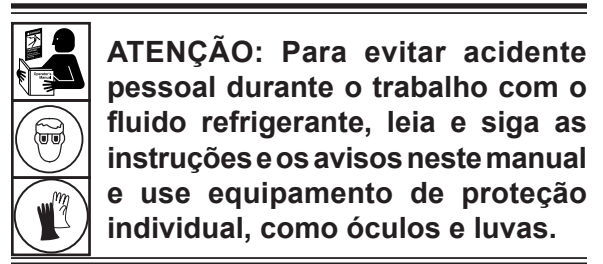

Figura 1
2. Quando solicitado, conecte as mangueiras de serviço da máquina aos orifícios de armazenamento, conforme mostrado na Figura 1. Selecione ►► para continuar.